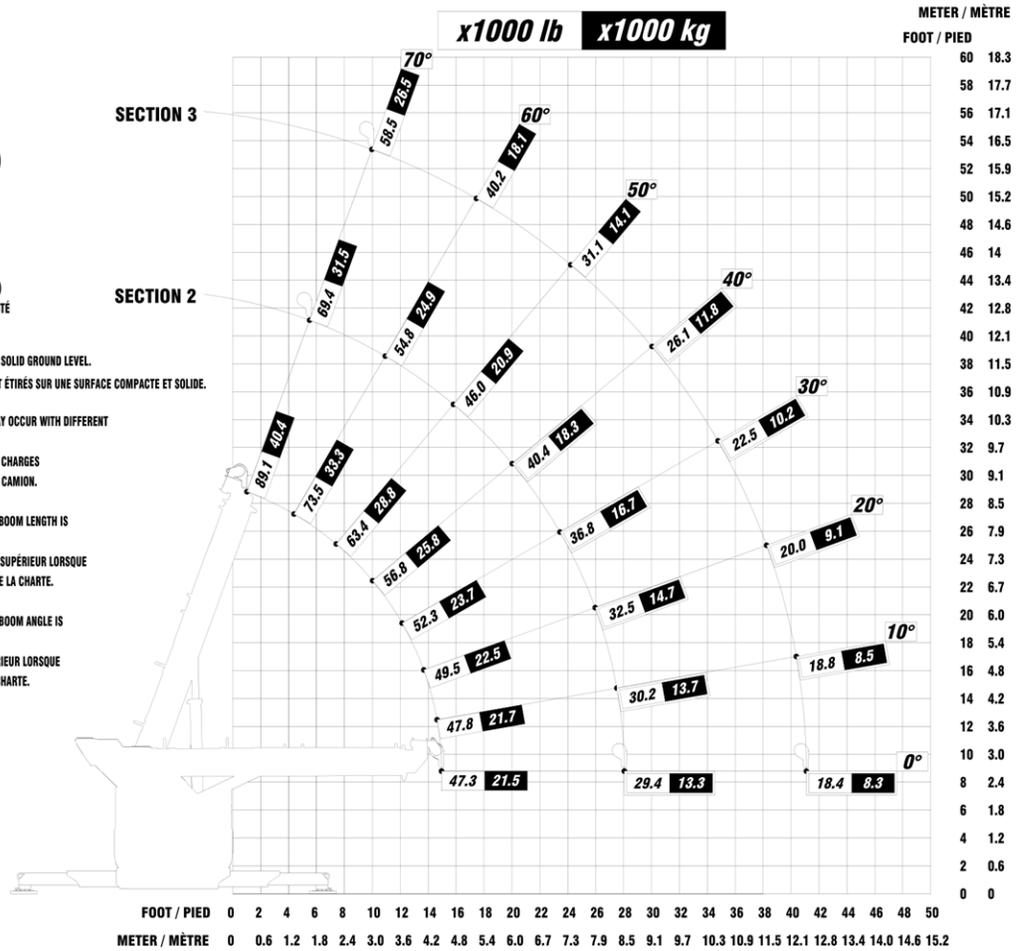

FIGURE 20 – CAPACITÉ DE LEVAGE DU MODÈLE CSR85 À PARTIR DU CÔTÉ
- Figure 20 — Capacité de levage du modèle CSR85 à partir du côté